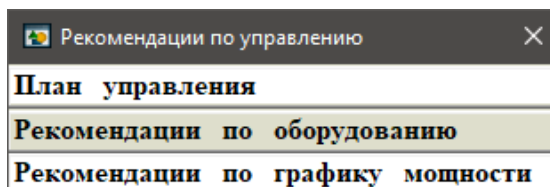

Рисунок 2.7 – Контекстное меню кнопки «РУП» на нижней панели Mexico
3) «РУП» - кнопка вызова меню функции «Рекомендации по управлению технологическим процессом»² (рис. 2.7);